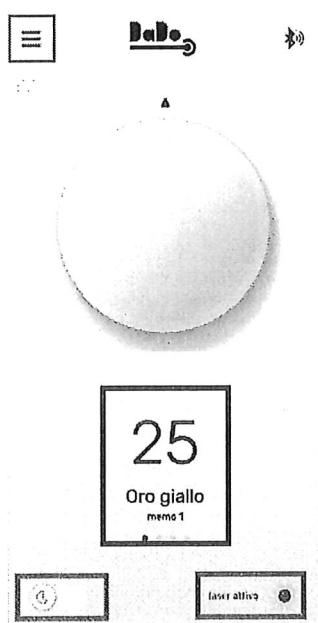
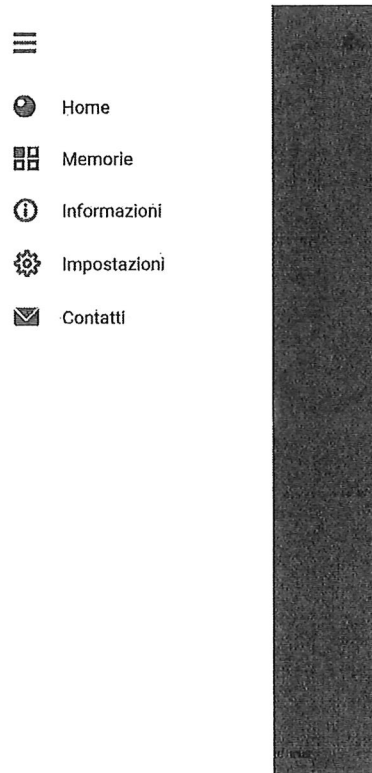

Figura 20 – Controles de pantalla inicio
Figura 21 – Pantalla de menú desplegable
- ICONO DE MENÚ (parte superior izquierda resaltada en ROJO en la figura 20). Presione el icono para el menú que se muestra en la figura 21.
- INTERRUPTOR - botón con el icono de la luna en la esquina superior izquierda de la pantalla (resaltado en VERDE en la figura 20) que se usa para ir desde la pantalla con un fondo blanco para una iluminación bien iluminada entorno a la pantalla con fondo negro para ambientes con poca luz. Dependiendo de qué teléfono inteligente / tableta se use, esta función se puede usar por medio del sensor crepuscular del dispositivo en el que está instalada la aplicación.
- INDICADOR DE LÁSER - caracterizado por un punto que indica el estado del láser y está ubicado en la parte inferior derecha de la pantalla (resaltado en NARANJA en la figura 20). El punto puede ser VERDE cuando el láser no se está ejecutando, ROJO CONTÍNUO cuando el láser está listo para la soldadura y ROJO INTERMITENTE cuando se usa el láser para la soldadura.
- BOTÓN INTERACTIVO - en el centro de la pantalla (resaltado en AMARILLO en la figura 20), permite seleccionar los parámetros de soldadura de los 12 ajustes predeterminados.
- CÉLULAS DE MEMORIA - se pueden guardar 4 configuraciones además de las 12 configuraciones preestablecidas, según sus necesidades. Una acción de "barrido" en la pantalla de INICIO, debajo del mando interactivo, le permite seleccionar la configuración deseada. Aparecerán el nombre del ajuste y la posición de la memoria (resaltados en AZUL en la figura 20).